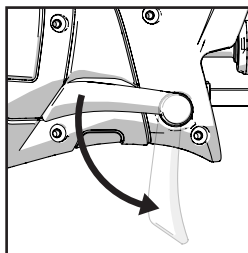

Fig. 4
- Lassen Sie den Verriegelungshebel der Kontaktplatte los. (Abb. 4)